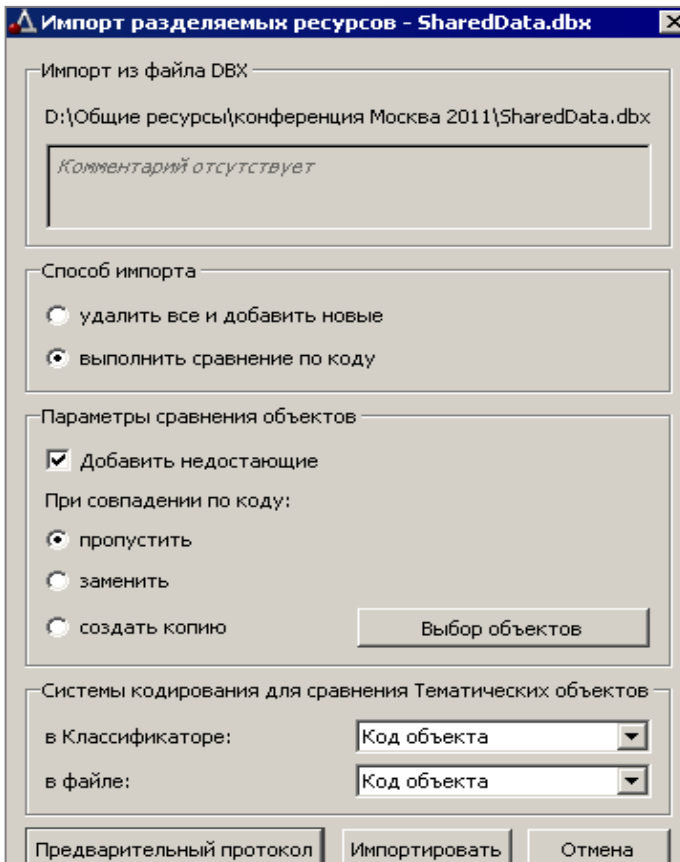

Рис. 32.22
Для такого случая предусмотрено два способа импорта (рис. 32.22):
- элементы, коды которых совпали, можно пропустить, заменить или создать их копию (рис. 32.22).
Для импорта можно также выбирать различные группы разделяемых ресурсов (кнопка **Выбор объектов** (рис. 32.22)), а для символов, объектов классификатора и шаблонов ведомостей – отдельные объекты.
Перед началом импорта можно просмотреть протокол, в котором отображается статистическая информация по импортированным объектам (кнопка **Предварительный протокол** (рис. 32.22)).